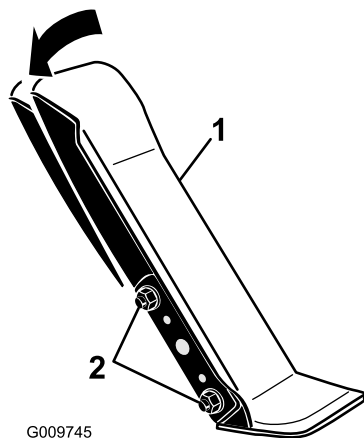

Bild 104
1. Lösen Sie die zwei Muttern und Schrauben, mit denen die linke Seite des Fahrpedals an der Halterung befestigt ist (Bild 104).
2. Drehen Sie das Pedal auf den gewünschten Winkel und ziehen Sie die Muttern fest (Bild 104).